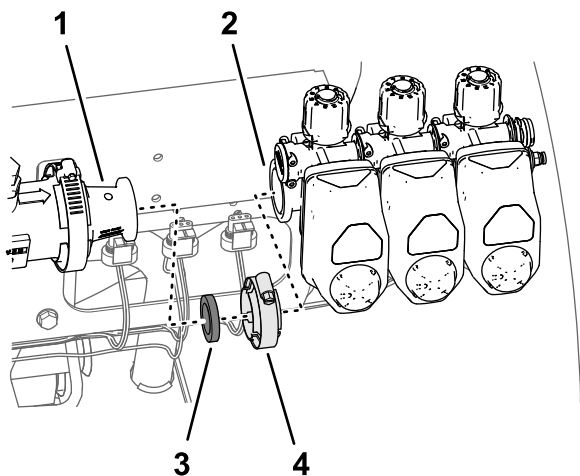

Figura 69
4. Retire las 3 válvulas de sección de la máquina (Figura 69).